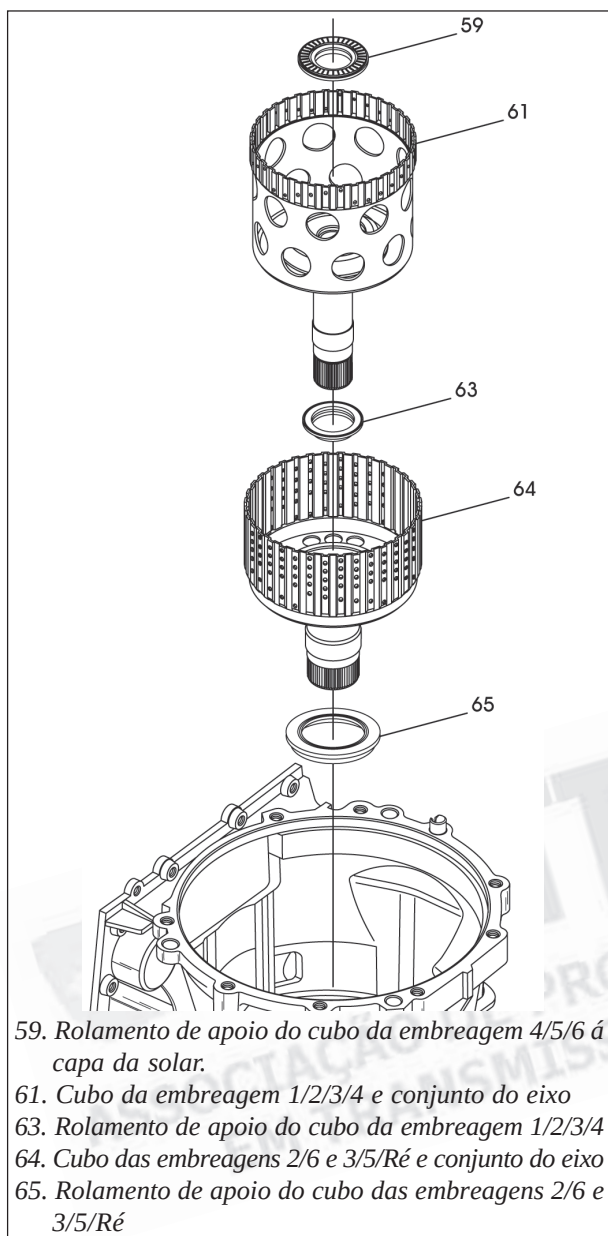

Figura 48
11. Remova o conjunto do cubo e do eixo, todos os três rolamentos, conforme mostra a figura 48, e deixe estes componentes de lado para posterior revisão e montagem.